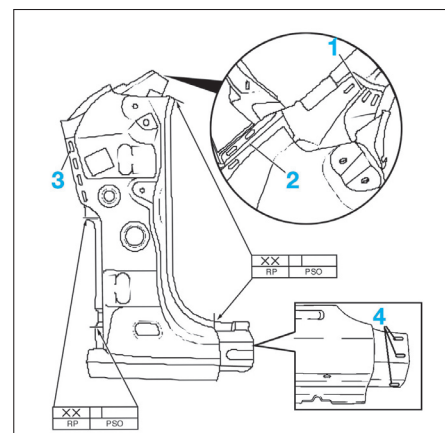

FIG. 33
- Percer 3 trous oblongs de 8x24 mm (1) (fig. 33).
- Percer 7 trous oblongs de 6x20 mm (2) et (3).
- Percer 3 trous oblongs de 8x24 mm sur la fixation au renfort de bas de caisse (4).